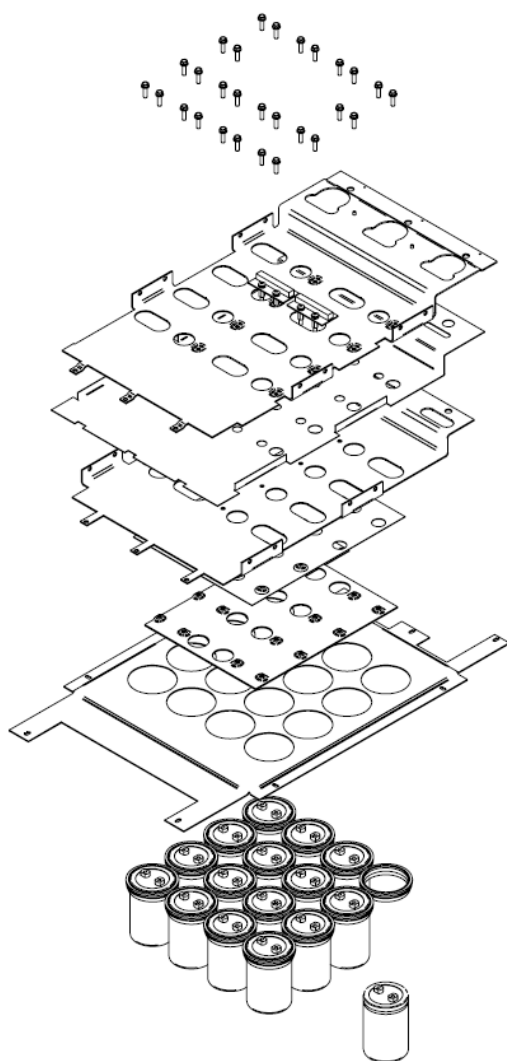

Figura 4.15. Extracción de un condensador.
- 2) Colocar el Bus intermedio como se muestra en la *figura 4.15*.
- 5) Colocar el Bus (-) como se muestra en la *figura 4.15*.
- 8) Colocar el Bus (+) como se muestra en la figura 4.15.